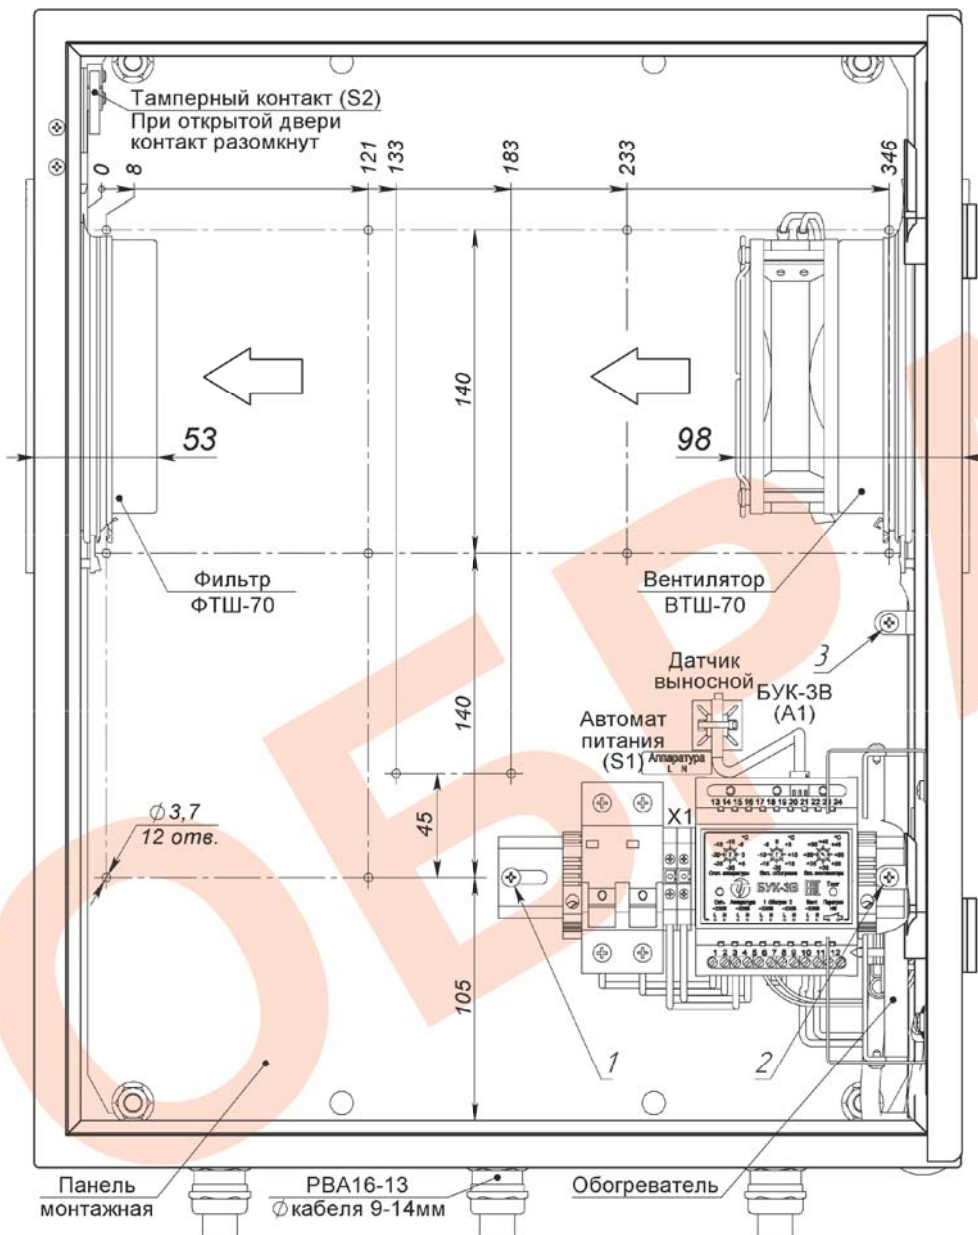

Рис.1. Устройство термощафа (дверь открыта на 90°)
Для установки в термощаф телевизионного (электронного) оборудования необходимо извлечь монтажную панель (рис.1) из термощафа, для чего необходимо:
3. Снять с монтажной панели DIN-рейку с установленными на ней автоматом питания S1, клеммами X1, блоком управления климатом БУК-3В (A1), выкрутив крепящие DIN-рейку саморезы 1 и 2 (рис.1).